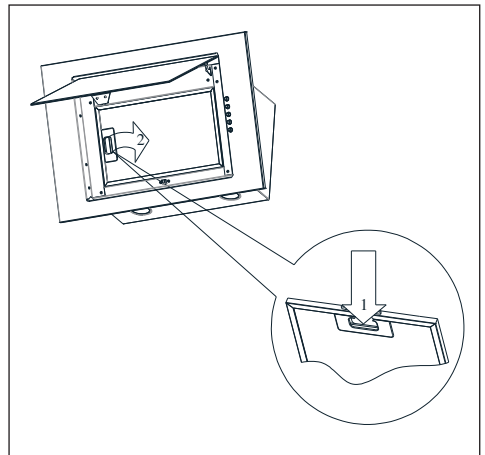

Fig. 7 Îndepărtarea filtrului de grăsime din aluminiu
4. Deschideți clapeta hotei și scoateți filtrul de grăsime (Fig. 7).
Hota este echipată cu un filtru de aluminiu ce blochează particulele de grăsime emise în timpul gătirii. Pentru a îndepărta filtrul, rotiți clemele în direcția săgeților (Fig. 7). Filtrul trebuie curățat manual, prin cufundarea în apă cu detergent de vase timp de aproximativ 15 min., la o temperatură de 40-50°C. După 15 minute, spălați și clătiți filtrul. Filtrul trebuie să fie uscat înainte de a fi introdus în hotă. Filtrul poate fi spălat și în mașina de spălat vase. În timpul spălării, culoarea filtrului se poate schimba, dar acest lucru nu influențează proprietățile de filtrare. Dacă filtrul nu este curățat regulat performanța hoteli scade, și se poate provoca un incendiu. Filtrul trebuie curățat cel puțin după fiecare 35 de ore de funcționare a hoteli.